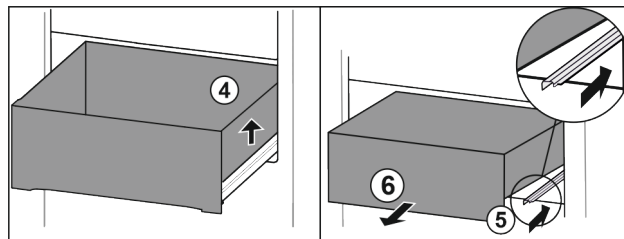

Fig. 20
- ▶ Dvignite predal desno. Fig. 20 (4)
- ▶ Vstavite desno vodilo. Fig. 20 (5)
- ▶ Predal vzemite ven v smeri naprej. Fig. 20 (6)